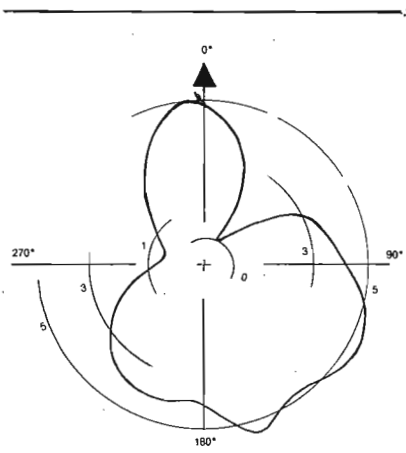

Fig. 1 - Gamma 28 MHz, stilo $\lambda/4$ con base al paraurti posteriore sulla destra. Giardinetta Fiesta.
Però, come si rileva dalla Fig. 1 si riscontrano punti di minima, irradiazione molto marcati con dislivelli che arrivano ad oltre 6 dB (1/4 di potenza rispetto alle direzioni privilegiate) e che variano di posizione, in funzione della lunghezza dello stilo e dello scorrere delle correnti a.f. verso il terreno.
Il diagramma di Fig. 1 è stato ottenuto su un piazzale asfaltato; ma è diverso da quello ottenibile su terreno erboso (conduttanza 0,1 Siemens; costante dielettrica da 7 a 16). Il diagramma di figura 1 ottenuto sperimentalmente, è interessante perché ha una forma del tutto opposta a quella che comunemente si crede.
Merita ricordare che nel $\lambda/4$ si ha la max corrente alla base; quindi si torna nelle condizioni di prova da cui è derivata la Fig. 1 con tutte le considerazioni relative alle forti correnti sul veicolo e verso il suolo.
A) Come in Fig. 1 - stilo $\lambda/4$.